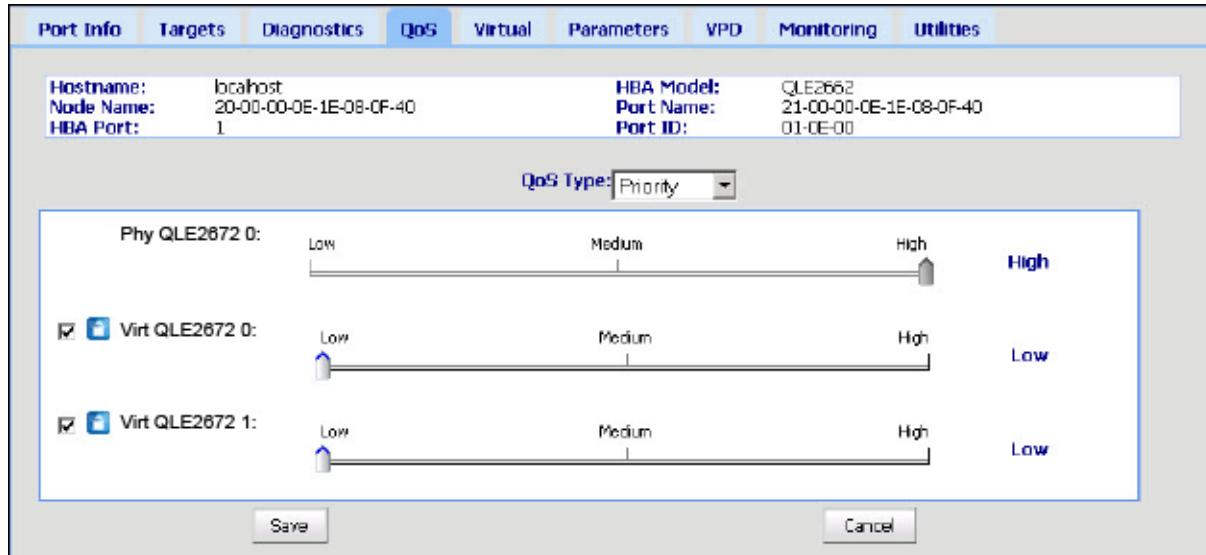

Figura 3-10. Configurar a QoS por prioridade
5. Mova o controle deslizante para selecionar prioridade baixa, média ou alta, conforme mostrado na Figura 3-10.